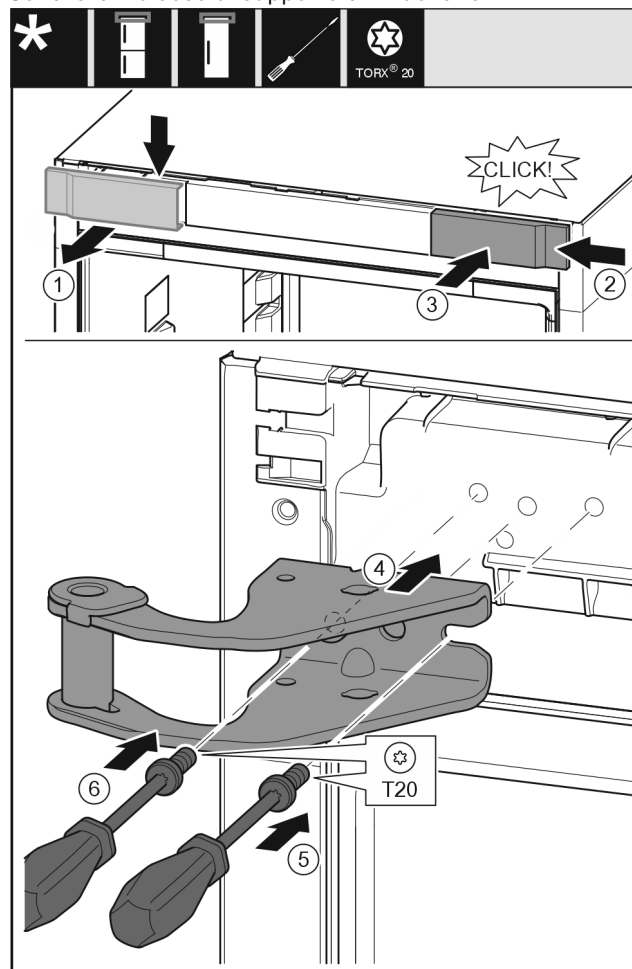

Fig. 11
- Rimuovere la copertura dall'alto in avanti. Fig. 11 (1)
- Ruotare la copertura di 180° e agganciarla sull'altro lato da destra. Fig. 11 (2)
- Innestare la copertura. Fig. 11 (3)
- Applicare il blocco di supporto superiore. Fig. 11 (4)
- Applicare la vite con il cacciavite T20 e serrare. Fig. 11 (5)
- Applicare la vite con il cacciavite T20 e serrare. Fig. 11 (6)